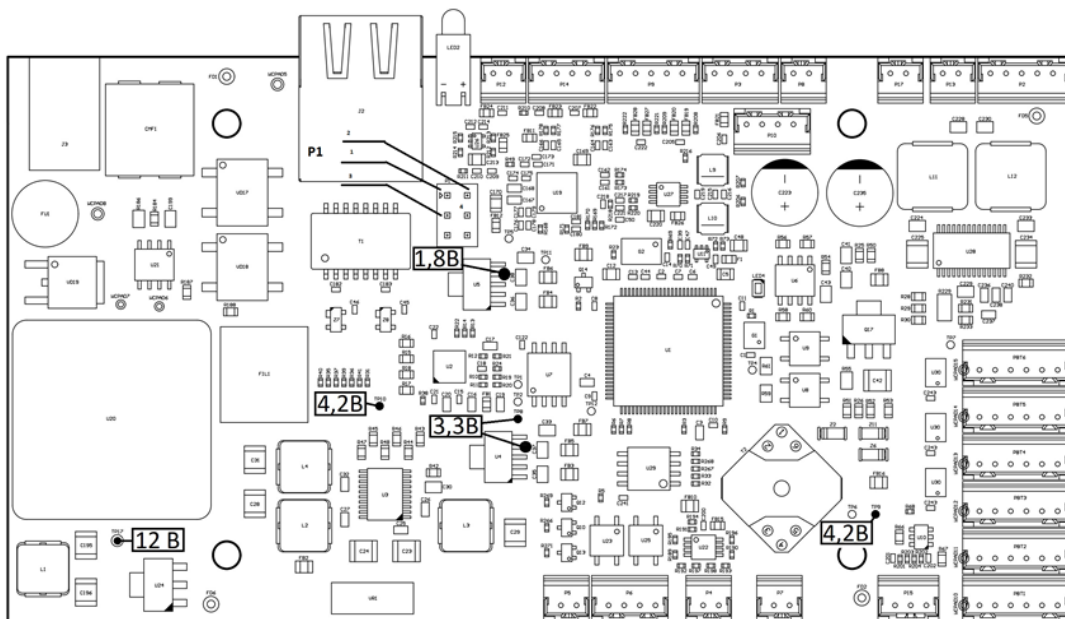

Рисунок 1
1) Подключить питание 48 В к контактам входа LDP-A (см. схему включения), Рисунок 1.